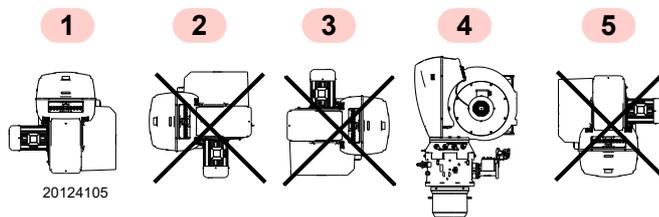

Abb. 12
- Der Brenner kann ausschließlich in den Stellungen **1, 2, 3** und **4** Abb. 12 betrieben werden.